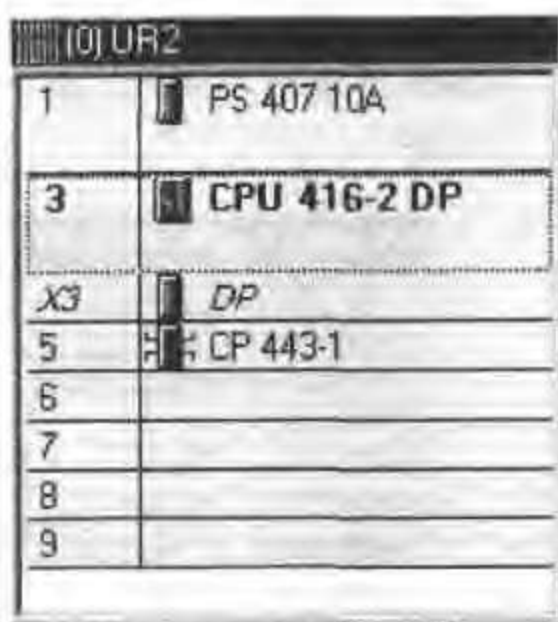

图 11-3 S7-400 的硬件组态
- 在安装 STEP 7 的 PC 机上进行 PLC 的硬件组态。硬件组态如图 11-3 所示。
- 在安装 STEP 7 的 PC 机上进行 PLC 的硬件组态。硬件组态见图 11-3(但不需要放在第 5 槽的 CP443-1 模块)。